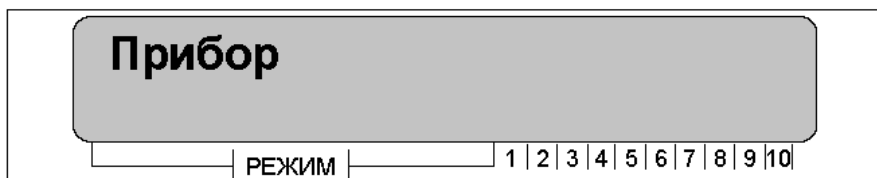

Рисунок 14
- на дисплее ЖКИ клавиатуры появится первый пункт меню «Прибор», регистрация ID-номеров осуществляется в данном пункте меню, рисунок 14;